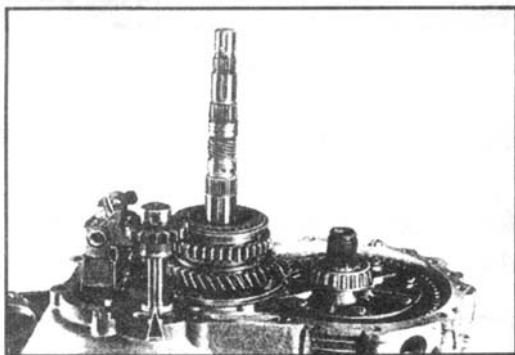

图 4-34 安装变速器 (三)
(3) 将倒档惰轮及惰轮轴安装在离合器壳体上, 如图 4-34 所示。